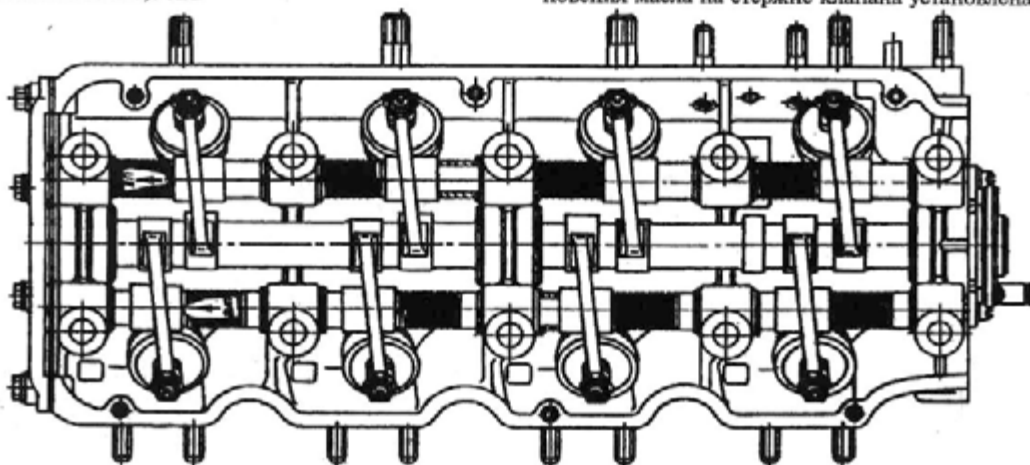

Рис. 37. Расположение на головке цилиндров деталей привода клапанов
- устанавливайте коромысла и распорные втулки согласно меткам, сделанным при разборке, а оси коромысел — в соответствии с выбитым обозначением (рис. 37); перед установкой коромысел на оси поверхности отверстий в коромыслах смажьте графитной смазкой.